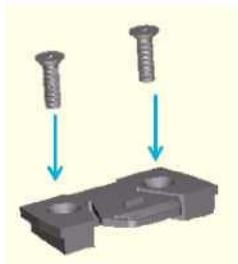

Рисунок 9
- (1) Найдите подходящее положение на приборной панели и поместите туда основание вспомогательного индикатора.
- (2) Нанесите на основание метки для отверстий винтов, а затем закрепите это основание винтами (рис. 9).